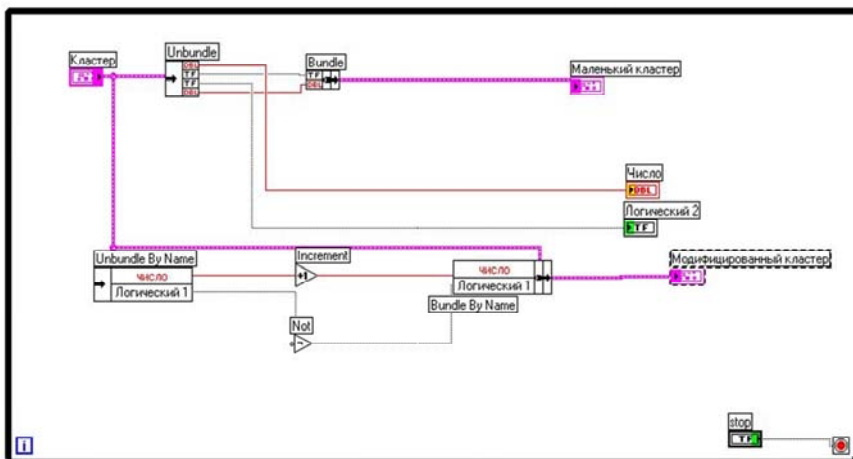

Рис. 6.5. Блок-диаграмма
3. Создайте блок-диаграмму, как показано на рис. 6.5.